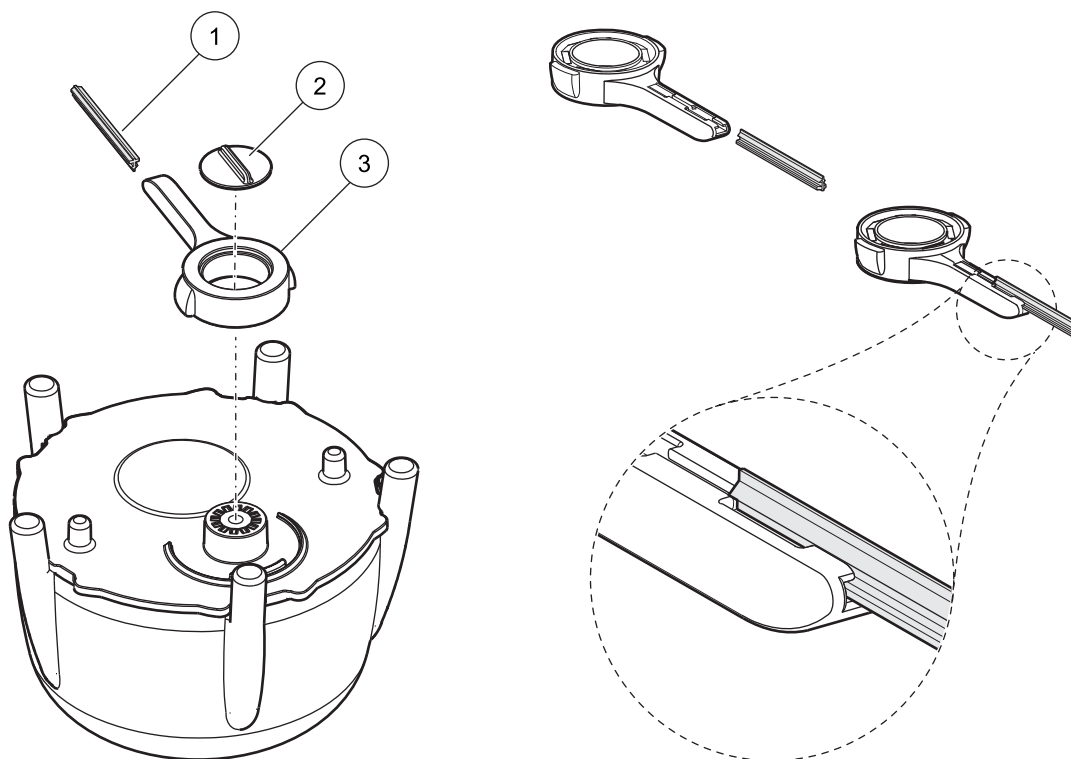

Рисунок 12 Очиститель
Скребок очистителя (см. пункт 3 в Рисунок 12) при замене лезвия перемещается в среднее положение.
2. Снимите направляющий винт (см. пункт 2 в Рисунок 12) и снимите скребок.
3. Потяните лезвие очистителя (см. пункт 1 в Рисунок 12) вдоль скребка.